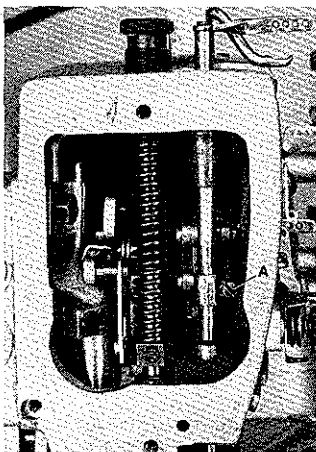
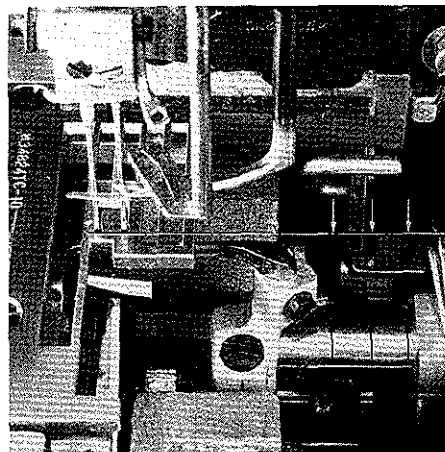
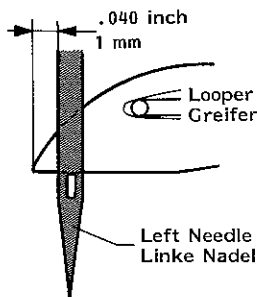

Fig. 16
Fig. 17
Fig. 19
3. Loosen screw (A, Fig. 16) and turn needle bar as required, so the needles center in the needle holes of throat plate and are parallel to the looper shaft (see Fig. 17). This can be checked by holding a ruler against the needles.\*
4. Retighten screw (A, Fig. 16).
The height of needle bar is correct, when the looper point at its travel from right to left is 1 mm (.040 in) left of the left needle (see Fig. 19) and the top of the needle eye is flush with the underside of the looper. For adjustment loosen screw (A, Fig. 16) and move needle bar up or down as required. Retighten screw (A). Care should be taken not to disturb the alignment of the needle bar when making this adjustment.
\* The needle bar can also be aligned and set to height without removing the Metering Device. For this, remove plug (Q, Fig. 56) in the head cover plate to have access to screw (A, Fig. 16) in the needle bar connection. Remount the plug.
3. Lösen Sie die Schraube (A, Fig. 16) und drehen Sie die Nadelstange so, daß die Nadeln mittig in die Stichlöcher der Stichplatte einstechen und parallel zur Greiferwelle stehen (siehe Fig. 17). Dies kann durch Anlegen eines Lineals an die Nadeln geprüft werden.
4. Ziehen Sie die Schraube (A, Fig. 16) wieder an.
Die Nadelstangenhöhe ist richtig eingestellt, wenn die Greiferspitze bei ihrem Weg von rechts nach links 1 mm links der linken Nadel steht (siehe Fig. 19) und Oberkante Nadelöhr und Unterkante Greifer in gleicher Höhe stehen. Lösen Sie für diese Einstellung die Schraube (A, Fig. 16) und schieben Sie die Nadelstange nach Bedarf nach oben oder unten. Ziehen Sie die Schraube (A) wieder an. Beachten Sie, daß bei dieser Einstellung die Nadelstange nicht verdreht wird.
\* Die Nadelstange kann auch ohne Abbau der Zumeßeinrichtung (Metering Device) ausgerichtet und auf Höhe eingestellt werden. Entfernen Sie dazu den Verschußstopfen (Q, Fig. 56) in der Kopfdeckelplatte, damit die Schraube (A, Fig. 16) im Nadelstangen-Mitnehmer zugänglich wird. Montieren Sie den Verschußstopfen wieder.